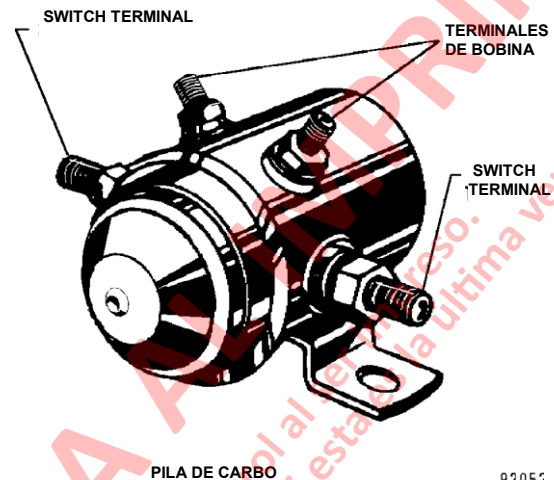

FIGURA 2-11. CONJUNTO SWITCH MAGNÉTICO
2. Desconecte los cables de los terminales del interruptor y los cables de los terminales de la bobina (FIGURA 2-11).